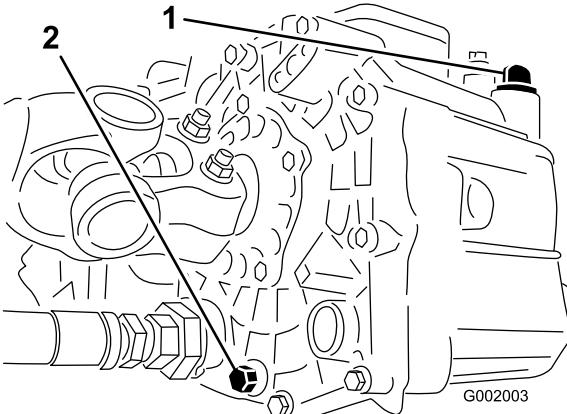

Figura 62
3. Retire o bujão de escoamento da parte lateral do reservatório e deixe o fluido hidráulico escorrer para o recipiente (Figura 62).